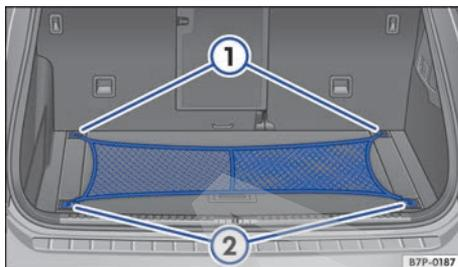

Fig. 208 En el maletero: bolsa de red enganchada.
- Fije los ganchos traseros de la bolsa en las argollas de amarre situadas junto al respaldo del asiento trasero → fig. 208 ①.
- Fije los ganchos delanteros de la bolsa → fig. 208 ② en las argollas de amarre situadas junto al umbral de carga.
- Desenganche los ganchos delanteros de la bolsa → fig. 208 ② de las argollas de amarre situadas junto al umbral de carga.
- Desenganche los ganchos traseros de la bolsa → fig. 208 ① de las argollas de amarre situadas junto al respaldo del asiento trasero.